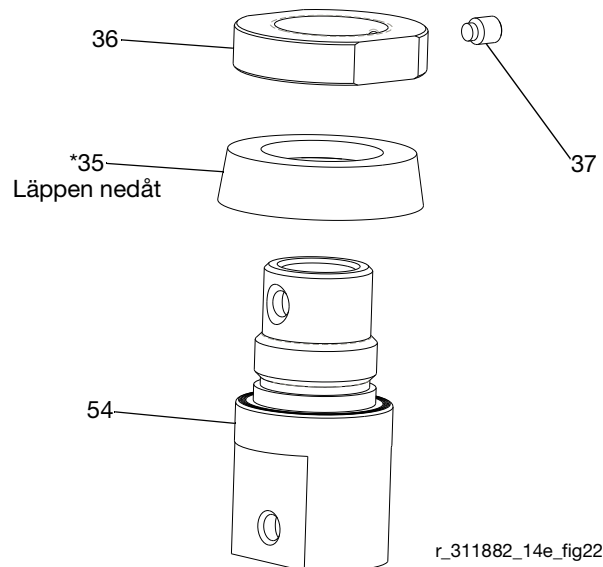

FIG. 22
11. Lossa låsskruven (37) från stoppring (36). Avlägsna stoppring från kolvhylsa (54) Avlägsna packboxen (35*). Kontrollera alla delar och se efter om de är skadade. Se FIG. 22.